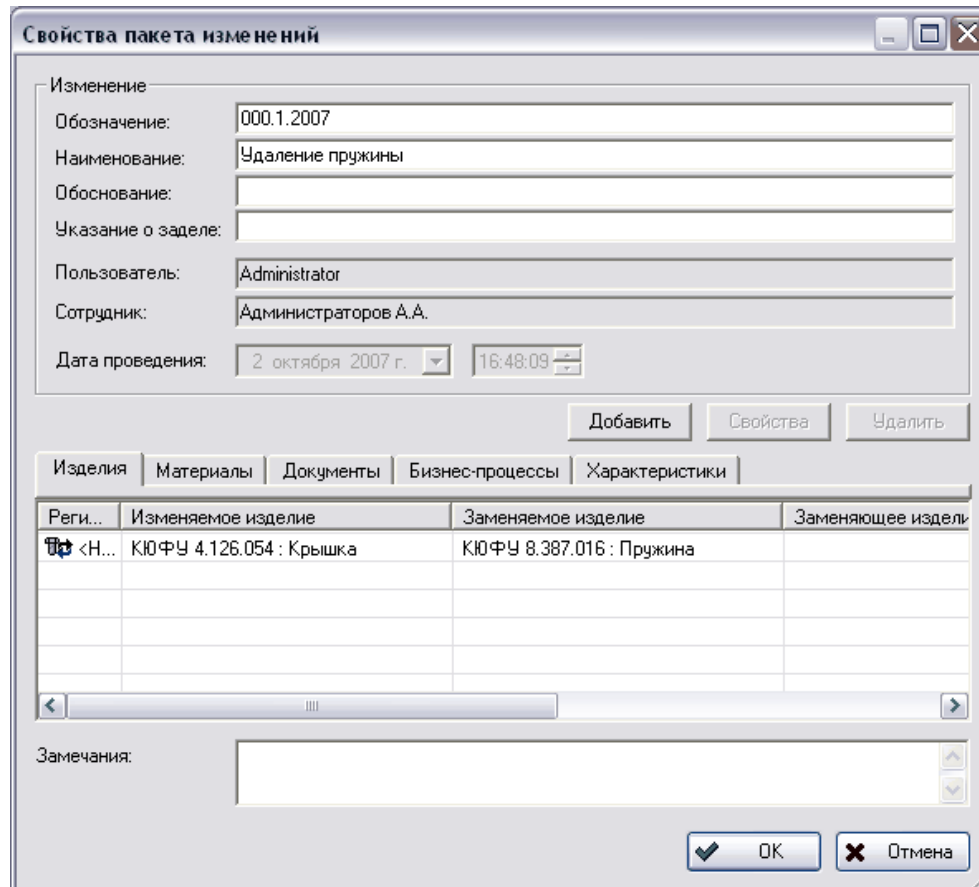

Рис. 57
3. В появившемся окне **Свойства пакета изменений** введите необходимые параметры (Рис. 57).
- **Регистрационный номер** – номер элемента изменения. По умолчанию система автоматически присваивает регистрационный номер элементу изменения после нажатия на кнопку **Ок** в окне **Свойства пакета изменений** (Рис. 57). Регистрационный номер изменения, автоматически вычисляемый системой, является порядковым в рамках конкретного изменяемого изделия.
- **Регистрационный номер** – номера элемента изменения. По умолчанию система автоматически присваивает регистрационный номер элементу изменения после нажатия на кнопку **Ок** в окне **Свойства пакета изменений** (Рис. 57). Регистрационный номер изменения, автоматически вычисляемый системой, является порядковым в рамках конкретного изменяемого изделия.
После введения всех изменений в окне **Свойства пакета изменений** нажмите на кнопку **Ок** (Рис. 57). Изменение появится в дереве объектов с иконкой .